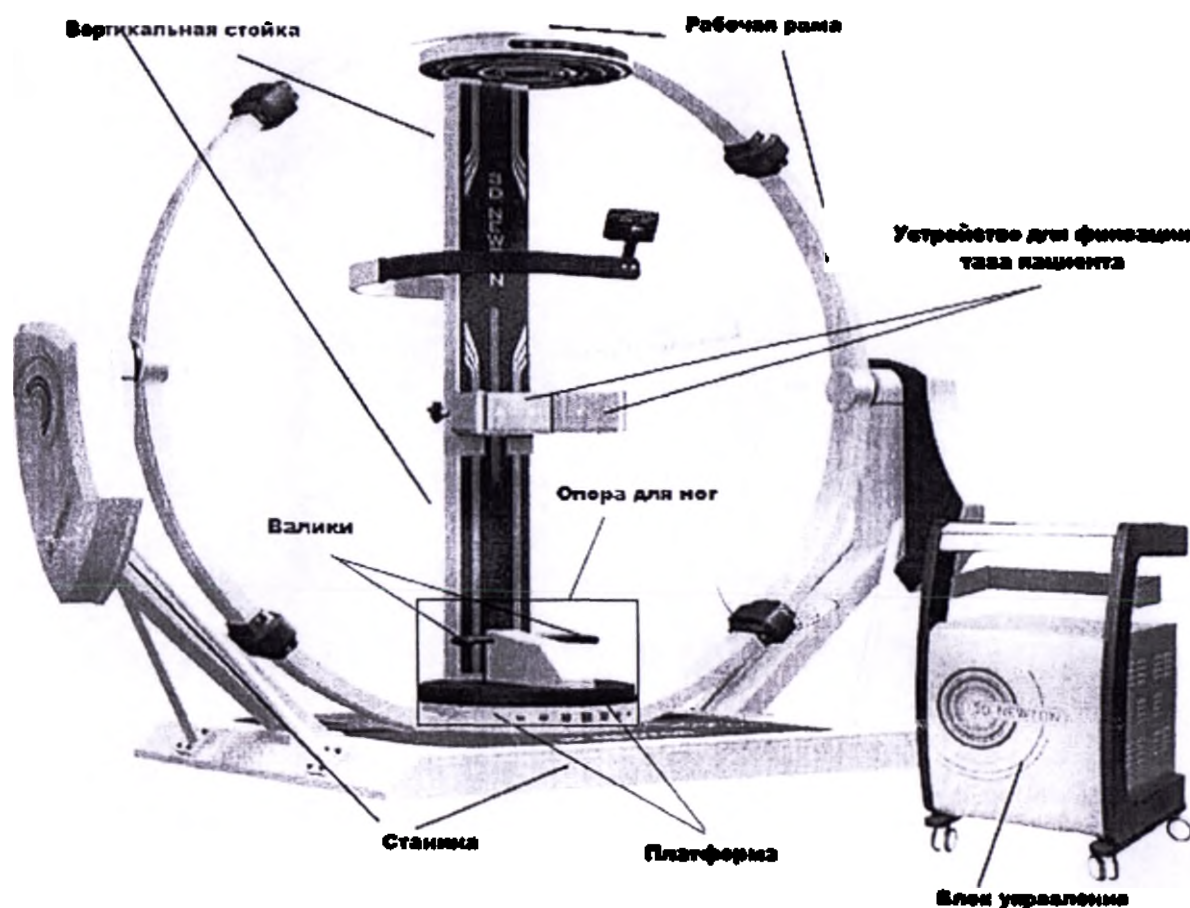

Рисунок 3 – Общий вид. Комплекс роботизированный 3D NEWTON для гравитационной терапии
4.1 Комплекс роботизированный 3D NEWTON для гравитационной терапии представляет собой раму на станине с вертикальной стойкой и блок управления (рисунок 3).